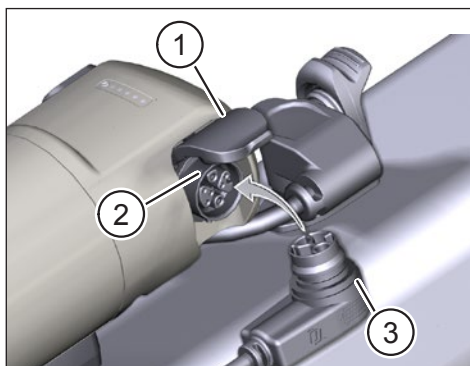

Fig. 3: Charger le Range Extender
- ▶ Soulevez le couvercle (élément 1 Fig. 3) du port de chargement du Range Extender.
- ▶ Vérifiez que les contacts du port de chargement (élément 2 Fig. 3) sont propres et nettoyez-les si nécessaire.
- ▶ Branchez la prise du Chargeur (élément 3 Fig. 3) dans le port de charge du Range Extender.